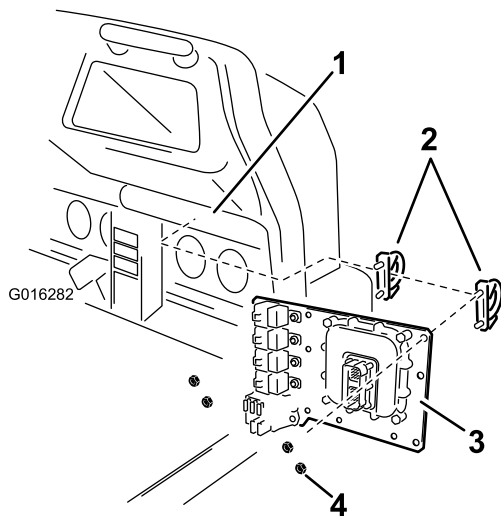

Figura 15
- B. **Para el sistema de pulverización Workman 200:** Instale la placa de montaje usando 2 abrazaderas en U y 2 tuercas (5/16 pulgada), según se muestra en Figura 15.